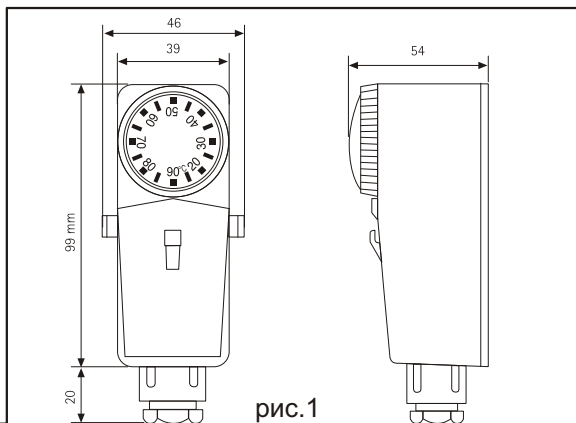
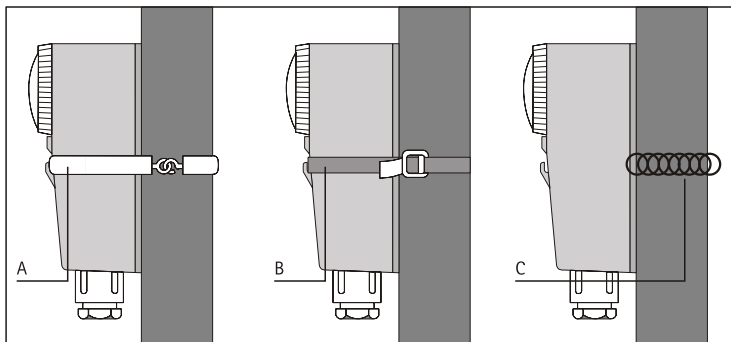

рис.1
рис.4
A) Зафиксируйте термостат (рис.1) на трубе при помощи специальной пружины С (рис.4)
B) Снимите ручку регуляторки температуры (D) и ослабьте фиксирующий винт.